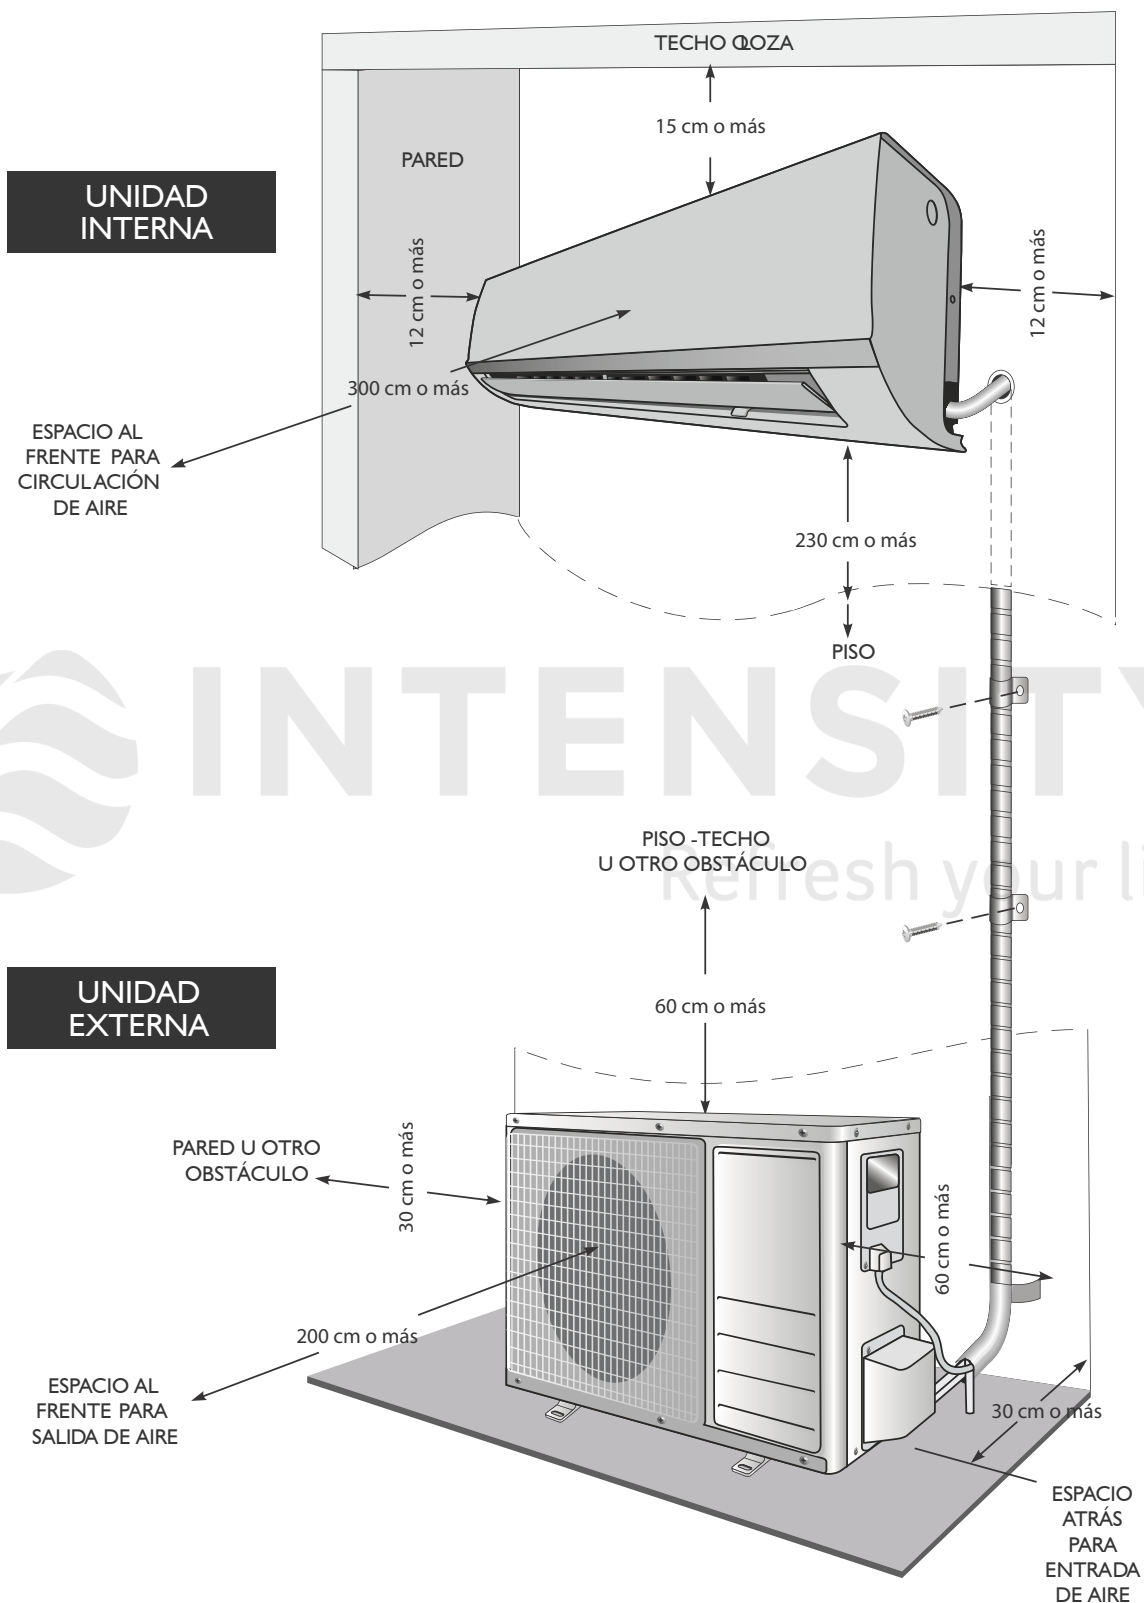

Figura 3.
- Asegúrese que la instalación se realiza de acuerdo a las dimensiones indicadas en figura 3.